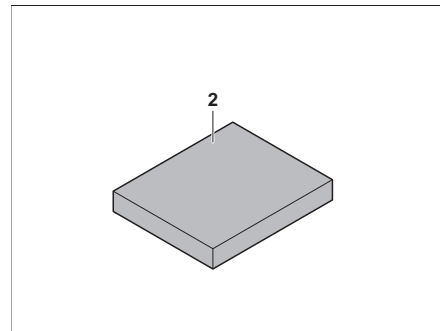

Fig. 133 Cojín adicional
- Poner el cojín adicional (Fig. 133,2) en el centro de la mesa.